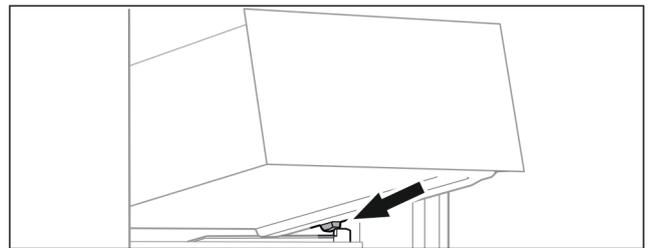

Fig. 29
- ▶ Schubfach schräg hinter den Stoppern auf Behälterrippe aufsetzen. (siehe Fig. 29)